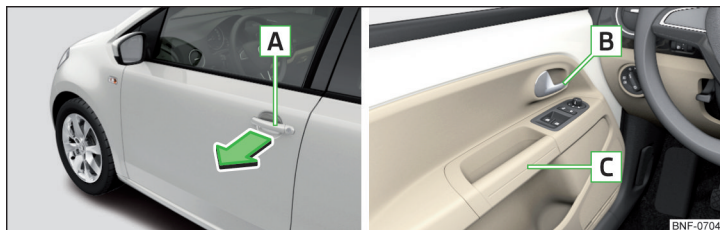

Bild 30 Dörrhandtag/dörröppningshandtag
- För att **öppna från utsidan** ska du låsa upp fordonet och dra dörrhandtaget **A** i pilens riktning » bild 30.